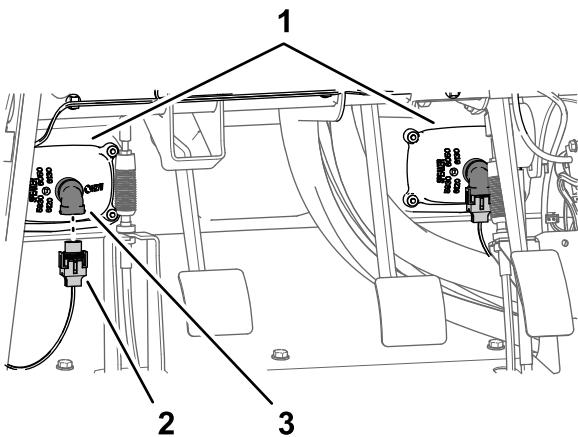

Рисунок 215
3. Подсоедините 2 электрических разъема (2-гнездовых) жгута проводов машины к 2-штыревым разъемам левой и правой фар (Рисунок 215).